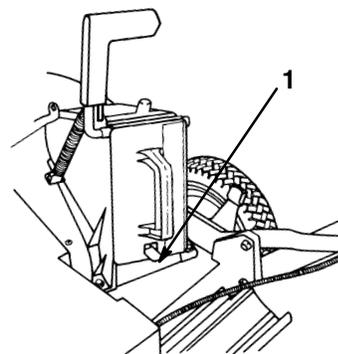

Figure 6
5. Engager l'obturateur à fond jusqu'à ce que le loquet à ressort du bas de l'obturateur s'encliquette (Fig. 6).